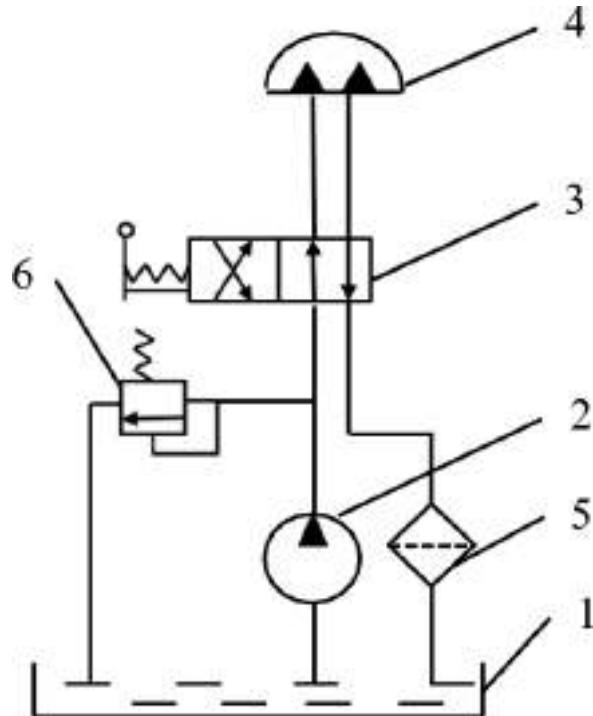

Рис. 1.4. Схема гидропривода с выходным звеном поворотного движения:
- гидропривод поворотного движения (рис. 1.4), в котором в качестве гидродвигателя применен поворотный гидроцилиндр, ведомое звено (вал или корпус) которого совершает возвратно-поворотное движение на угол меньше  $360^\circ$ .